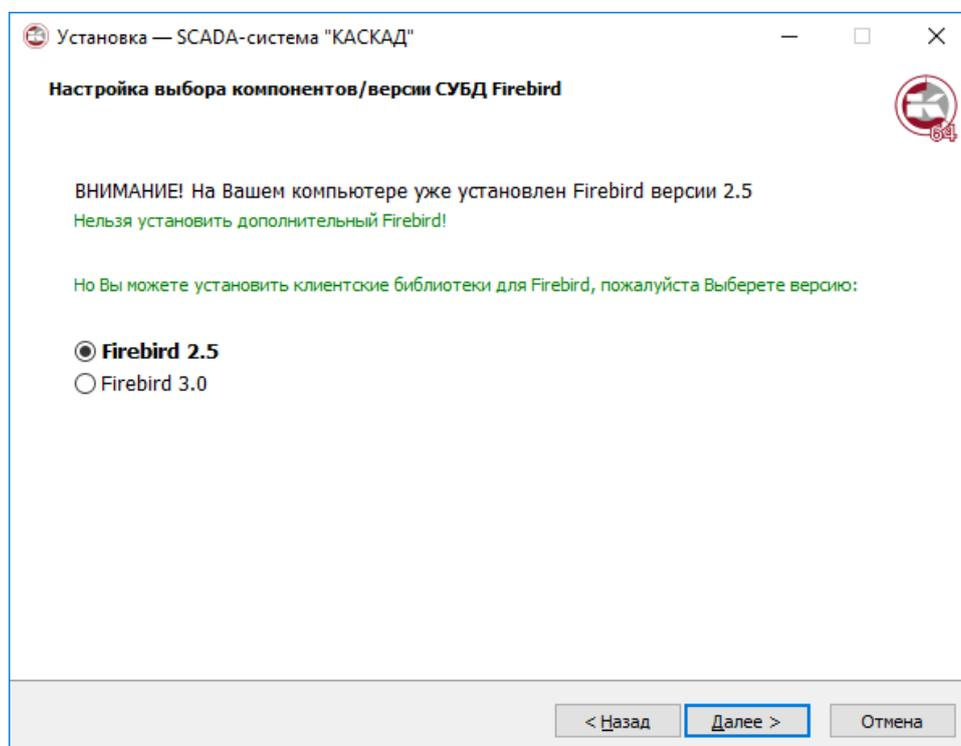

Рисунок 9 – Выбор версии компонентов Firebird SCADA-системы «КАСКАД»
3) Если при выборе компонентов Firebird выбран в качестве установки и на компьютере пользователя уже имеется Firebird, предлагается поставить только компоненты Firebird. Не рекомендуется использовать Firebird версии ниже 2.5 (рисунок 9).